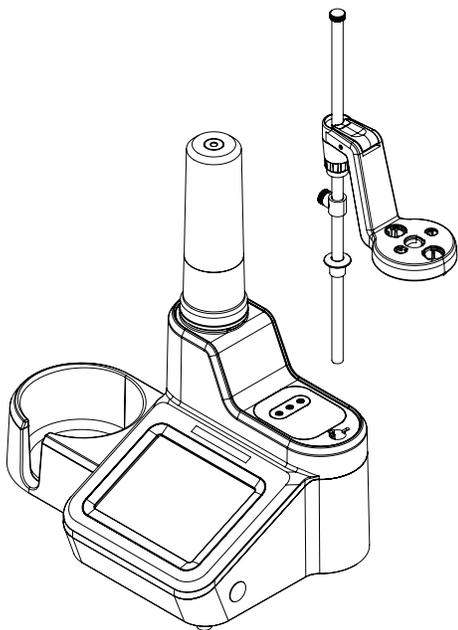

Рисунок 2. Установка штанги держателя электродов
1. Установите штангу держателя, вставив конец штанги в отверстие сверху титратора до упора, выровняв выступы на штанге с пазами в гнезде. См. **Рисунок 2**.